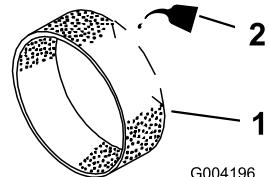

Figura 42
3. Coloque 3 a 6 cl de óleo no filtro prévio (Figura 42).